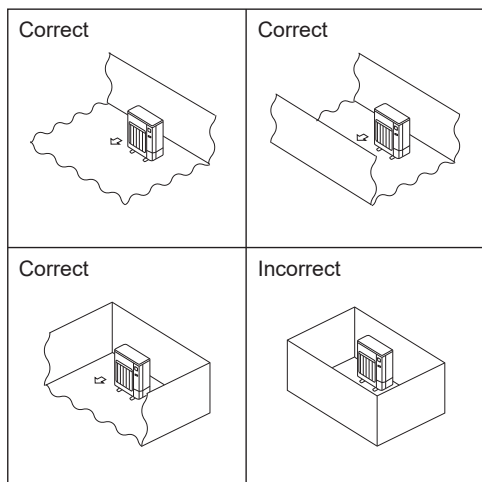

Fig. 2-2
- Installer l'appareil extérieur à un endroit où l'une des quatre faces au moins est libre, et dans un espace suffisamment grand sans dépressions. (Fig. 2-2)